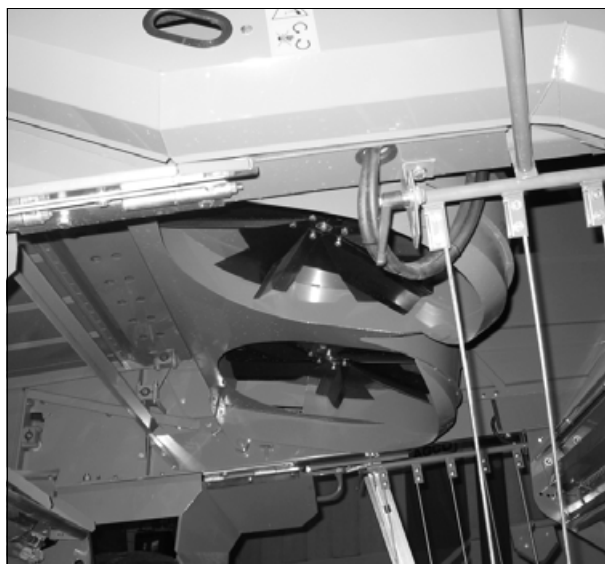

Рис. 5.
(рис. 5)
Для этого повернуть в вертикальное положение два шарнирных фиксатора (1) на правой и левой стороне бункера соломы, как показано на рис. 5, рисунок сверху.
Затем разбрасыватель соломенной сечки поднять вверх в положение для техобслуживания. Затем разбрасыватель соломенной сечки поднять вверх в положение для техобслуживания. Чтобы поднять разбрасыватель соломенной сечки в положение для техобслуживания, используя рычаг (2), следует всегда находиться позади разбрасывателя соломенной сечки, как показано на рис. 5, рисунок снизу.